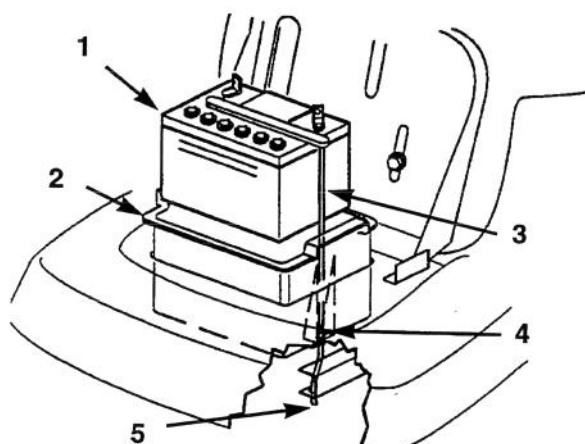

Figure 20
5. Déposer le boîtier de la batterie, la batterie et le long tube d'évacuation du châssis (Fig. 20).
1. Installer la batterie dans le boîtier et glisser le tube d'évacuation dans le conduit et la fente située à la base du boîtier (Fig. 20).
**IMPORTANT:** Observer le logement de la batterie dans le châssis et repérer le trou situé au bout du longeron droit (Fig. 20). Toujours faire passer le tube d'évacuation dans ce trou pour éviter que l'acide ne corrode le tracteur et la tondeuse.
2. Installer le boîtier et la batterie dans le châssis (Fig. 20). Vérifier que l'extrémité du tube d'évacuation se trouve dans le trou du châssis (Fig. 20).